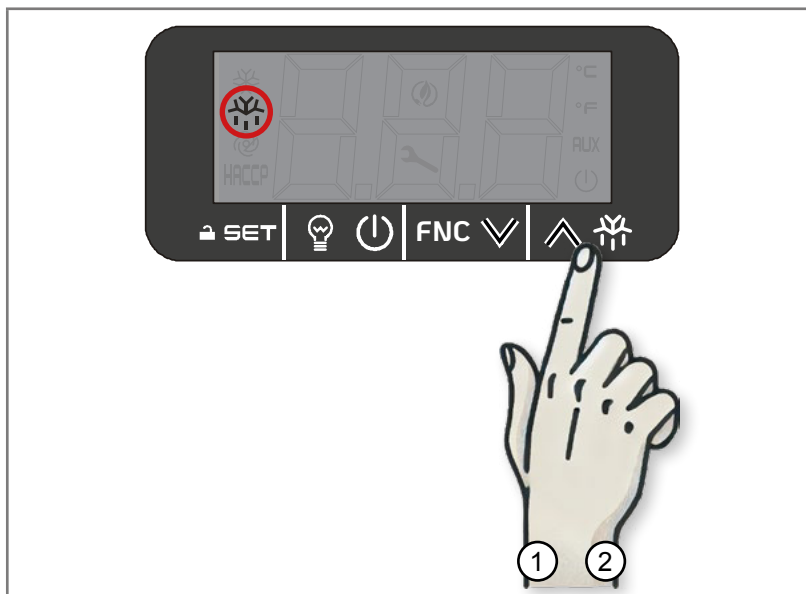

Abb. 5.16 - Taste Abtauung
1. Berühren Sie die Taste ABTAUUNG 4 Sekunden lang (1 – Abb. 5.16): Auf dem Display wird das Symbol für ABTAUUNG angezeigt.
2. Berühren Sie die Taste ABTAUUNG 4 Sekunden lang (2 – Abb. 5.16): Auf dem Display wird das Symbol für ABTAUUNG nicht angezeigt.